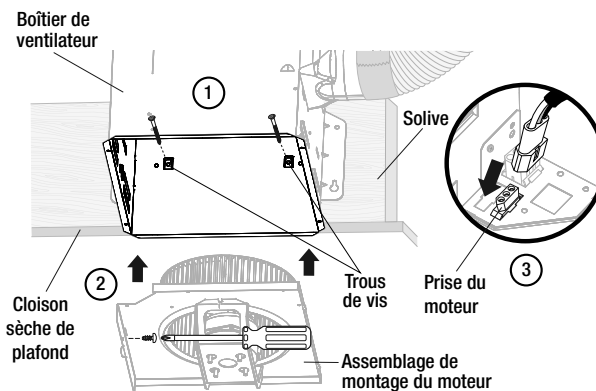

Fig. 15
- Fixer le boîtier du ventilateur à la solive du plafond avec des vis. S'assurer que le boîtier est correctement fixé, puis réinstaller l'assemblage de montage du moteur. Brancher le moteur dans la prise de courant. Voir figure 15.